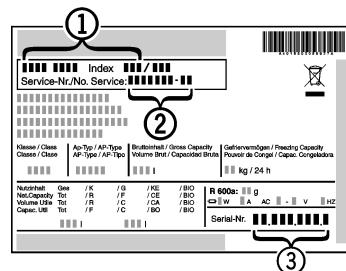

Fig. 13
- Označení přístroje Fig. 13 (1), servisní číslo Fig. 13 (2) a sériové číslo Fig. 13 (3) naleznete na typovém štítku. Identifikační typový štítek je umístěn na levé vnitřní stěně přístroje.
- Informujte zákaznický servis a sdělte poruchu, označení přístroje Fig. 13 (1), servisní číslo Fig. 13 (2) a sériové číslo Fig. 13 (3).